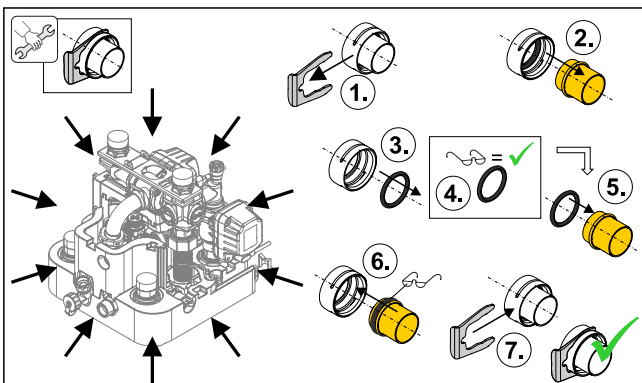

Fig. 3-19 Jonctions hydrauliques
- Après le démontage et/ou avant le montage d'une jonction, toujours placer les joints toriques sur la pièce à enficher (voir Fig. 3-19).